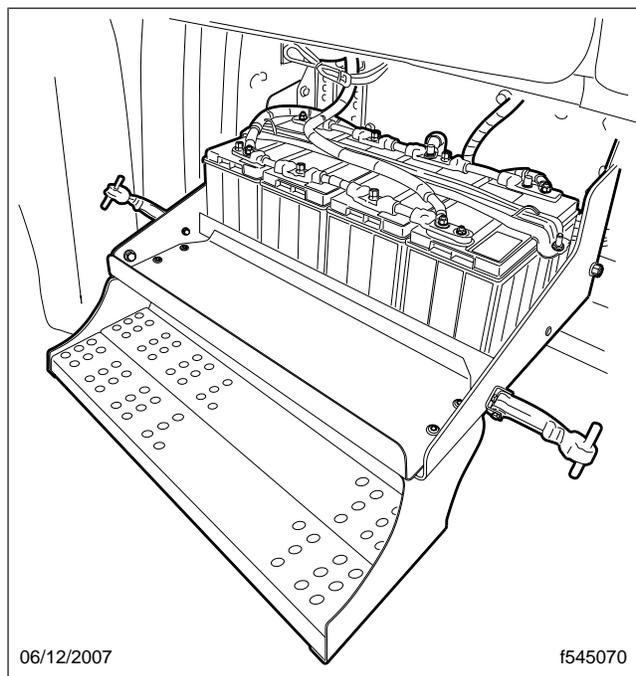

Fig. 24.4, Coffre à batteries
2. Retirez le couvercle du boîtier de batterie en tirant sur l'extrémité de chaque loquet de retenue jusqu'à ce que le crochet soit dégagé, puis faites pivoter les loquets pour les écarter et soulevez le couvercle. Voir la **figure 24.4**.